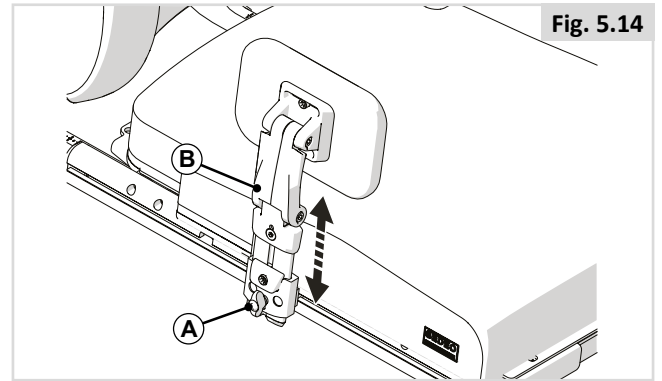

Fig. 5.14
5.8 Soporte de muslo (Fig. 5.14)